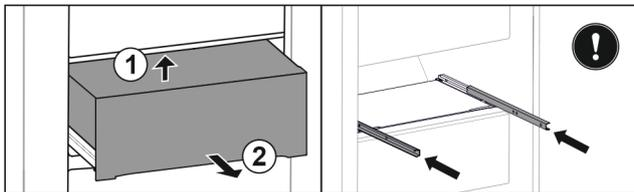

Fig. 148
- ▶ Sollevare il cassetto dal basso sul lato posteriore. Fig. 148 (1)
- ▶ Rimuovere il cassetto tirandolo in avanti. Fig. 148 (2)